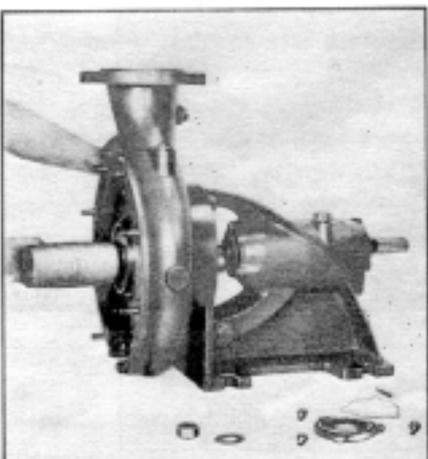

fig. 13 Retiro del rodete del eje
Para ser desmontada, la bomba debe ser removida de la base. Retirar en seguida la tapa de succión (fig. 11), soltar la tuerca del rodete. Atención: en el caso de bombas con soporte D, antes de soltar la tuerca, se debe desmontar el pin roscado (904) (fig. 12), retirar la golilla de seguridad (No existente en bombas con soporte D). Luego soltar la tapa del caballete del lado del accionamiento y retirar el rodete con leves golpes en el eje (fig. 13). Después del uso prolongado, el rodete sale, a veces, con dificultad del eje. En estos casos, se usan líquidos solventes de óxido.